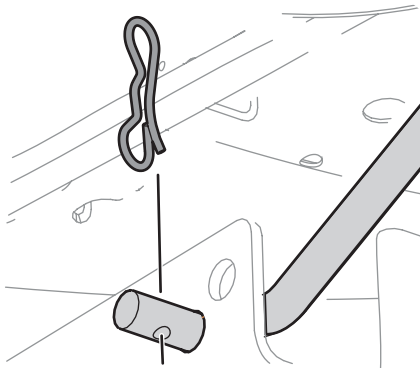

Figure 4-14
14. Dégagez la goupille fendue de la tige de relevage avant du plateau de coupe la maintenant sur le plateau de coupe. Voir la Figure 4-14. Dégagez la tige de relevage du plateau de coupe du support d'accrochage avant.